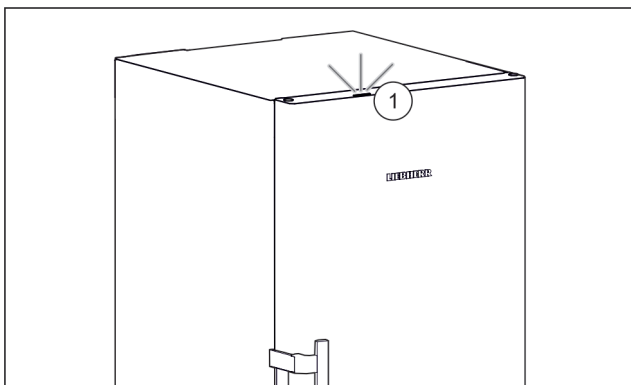

Fig. 51 Actief statuslicht bij gesloten deur
- ▷ Statuslicht Fig. 51 (1) is geactiveerd.